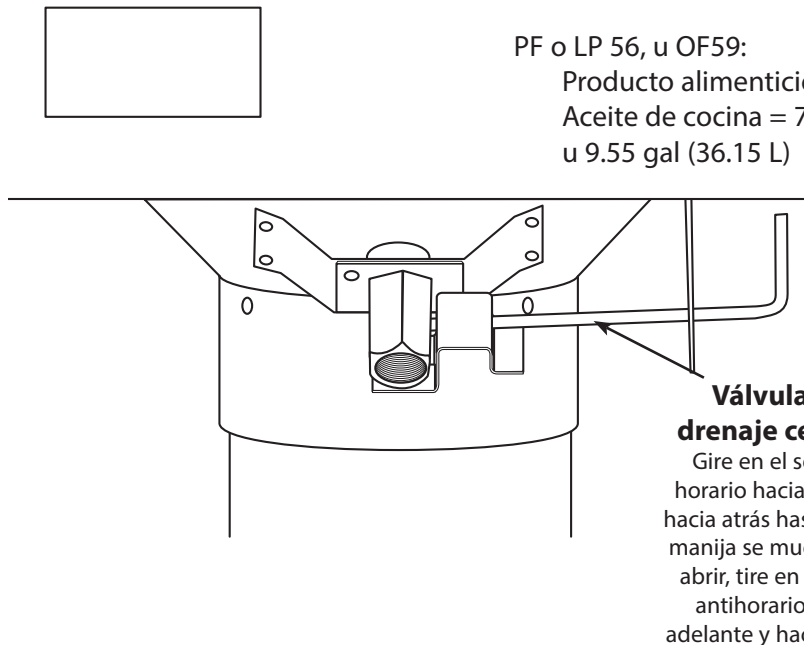

FIGURA 3 — Se omitieron algunas características para mostrar mayor detalle.
4. **Revise el colector y la válvula de drenaje:** asegúrese de que el colector con la junta esté asentado y que la válvula de drenaje esté cerrada (manija hacia adelante, consulte la Figura 3). Coloque siempre el bucle de elevación delante. Esto permitirá que el colector se retire con facilidad.